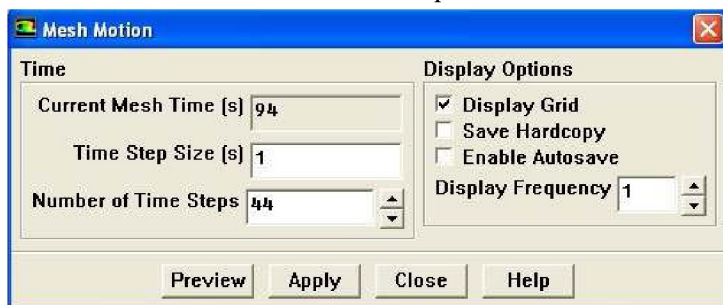

Рис. 7.16. Меню *Solver*→*Mesh Motion*
6. Перед решением задачи можно просмотреть, как будет двигаться одна область течения относительно другой. Перед выполнением этой операции следует сохранить расчетную модель. Визуализация движения областей друг относительно друга происходит с помощью команды *Solver*→*Mesh Motion*. Ее меню показано на рис. 7.16.